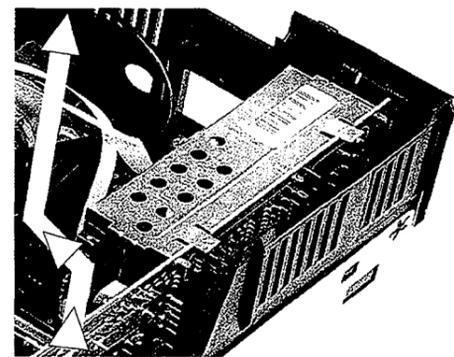

Fig. 2
(D) Die Abdeckung an der Oberseite 3 mm anheben und nach innen abziehen, siehe Fig. 2. Die Montage erfolgt in umgekehrter Reihenfolge.
(NL) Til het afschermingsdeksel aan de bovenzijde 3 mm op, draai deze naar binnen, zie fig. 2. Nu kan de afscherming verwijderd worden. Opm: De montage van de afscherming geschiedt in omgekeerde volgorde.
(F) Soulevez le blindage de 3mm vers le haut, dégagez-le vers la gauche et retirez-le (voir Fig. 2). Pour remettre en place le blindage, procédez dans l'ordre inverse.
(I) Sollevare il coperchio dalla parte superiore di circa 3 mm e ruotarlo per toglierlo, vedere fig. 2. Ora la schermatura può essere tolta. Nota: Per rimontare la schermatura, procedere in ordine inverso.
(E) Levantar la tapa de pantalla 3 mm, girarla y tirar de ella hacia arriba, ver Fig. 2. Ahora el apantallamiento puede ser retirado. Nota: Para montar el apantallamiento proceder en el orden inverso.
(GB) Lift-up the shield cover about 3mm, disengage it and pull it out (see Fig. 2). Note: To mount the shield cover please proceed in the reverse order